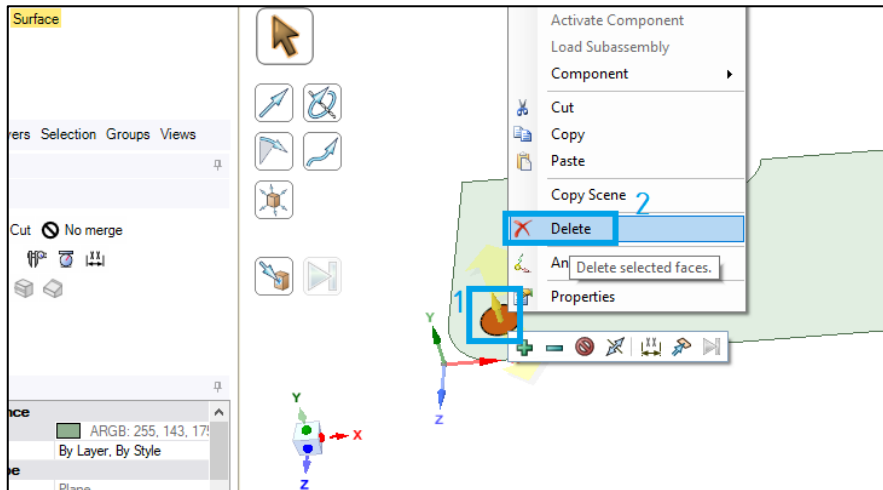

Рис. 16. Удаление лишних поверхностей
11.3. Для того чтобы удалить лишние поверхности, заполняющие отверстия (рис. 16), необходимо нажать на них ПКМ и выбрать **Delete**